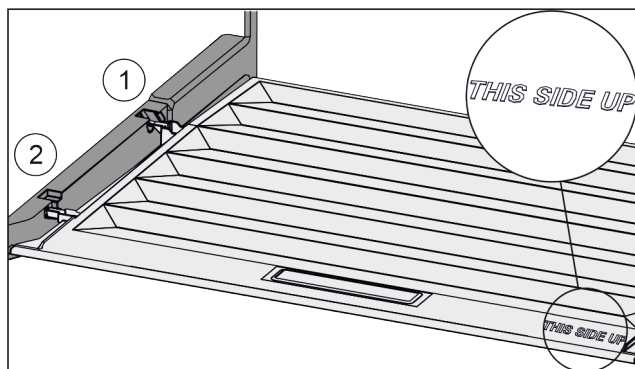

Fig. 92
- ▶ Вставить поперечные ребра крышки через отверстие заднего держателя Fig. 92 (1) и защелкнуть спереди у держателя Fig. 92 (2).